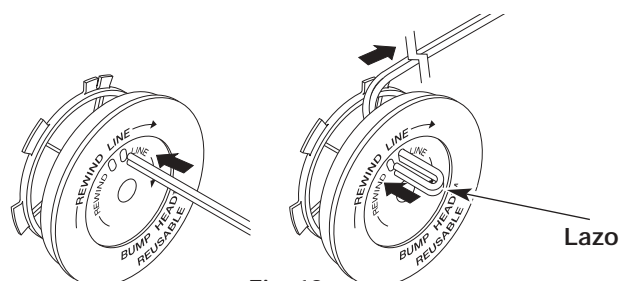

Fig. 18
8. Tome aproximadamente 12 pies (3.65 m) de nueva línea de corte. Inserte un extremo de la línea a través de uno de los orificios del carrete interior (Fig. 18). Pase la línea a través del carrete interior hasta que queden sólo 4 pulgadas fuera.
9. Inserte el extremo de la línea en el orificio abierto del carrete interior y tire de la línea en forma ajustada a fin de que el lazo sea lo más pequeño posible (Fig. 18).